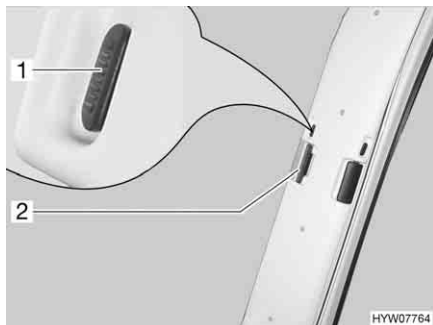
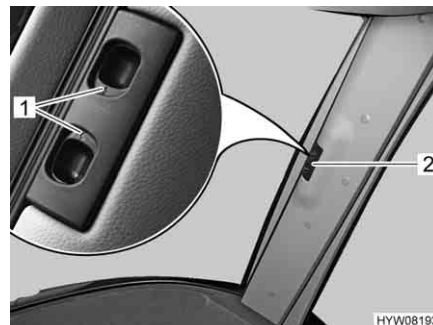

Fig. 56 Tendina oscurante pieghevole per il parabrezza
Fig. 57 Tendine oscuranti pieghevoli per il parabrezza (alternativa)
- Spingere verso l'alto il bottone di bloccaggio (Fig. 56,1) oppure premere e tenere premute le levette di bloccaggio (Fig. 57,1).
- Tirare la tendina oscurante pieghevole del parabrezza per la maniglia (Fig. 56,2 o Fig. 57,2) verso il centro della finestra.
- A seconda del tipo di tendina oscurante, premere e tenere premute le levette di bloccaggio (Fig. 57,1).
- Tirare verso l'esterno le due metà della tendina oscurante pieghevole del parabrezza per la maniglia (Fig. 56,2 o Fig. 57,2) fino all'arresto.
- Spingere verso il basso il bottone di bloccaggio (Fig. 56,1) oppure rilasciare le levette di bloccaggio (Fig. 57,1) e farle innestare.